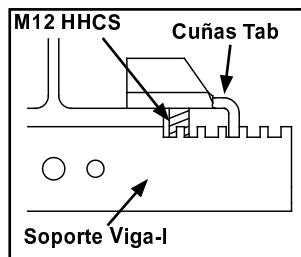

Figura 3-15A
- Paso 5. Deslice las cuñas hacia el alma de la viga hasta que dos (2) Tornillos M12 x 100 mm HHCS toquen los lados del Patín vea Figura 3-15A.